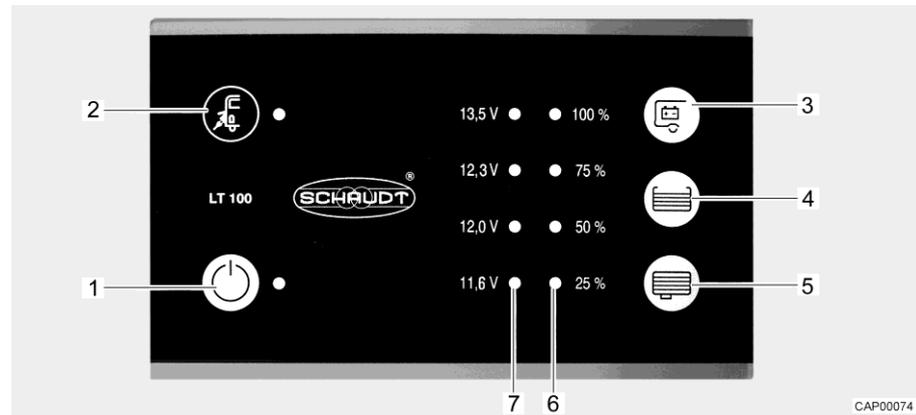

Fig. 41 Panneau de contrôle (LT 100)
La DEL jaune près du symbole de raccordement électrique "⚡" (Fig. 41,2) est allumée quand le véhicule est raccordé à une tension réseau externe. La DEL reste allumée quand le panneau de contrôle est éteint.
L'interrupteur principal 12 V (Fig. 41,1) établit ou coupe le panneau de contrôle et l'alimentation 12 V de la cellule.
- Appuyer sur l'interrupteur "⏻" (Fig. 41,1) : L'alimentation 12 V de la cellule est assurée. La DEL s'allume en vert.
- Appuyer de nouveau sur l'interrupteur "⏻" (Fig. 41,1) : L'alimentation 12 V de la cellule est coupée. La DEL s'éteint.
L'échelle DEL (Fig. 41,7) indique la tension de la batterie de cellule comme suit :
- Appuyer sur la touche "E3" (Fig. 41,3) : La tension de la batterie de cellule est affichée.
L'échelle DEL (Fig. 41,6) indique le niveau de remplissage du réservoir d'eau fraîche ou de celui d'eaux usées.
Appuyer sur la touche "☰" (Fig. 41,4) : Le niveau de remplissage du réservoir d'eau fraîche est indiqué par les DEL allumées.
Appuyer sur la touche "☷" (Fig. 41,5) : Le niveau de remplissage du réservoir d'eaux usées est indiqué par les DEL allumées.